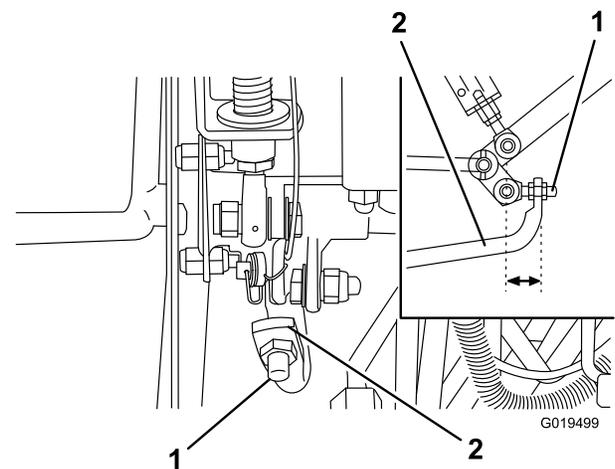

Figura 69
4. Ajuste las contratuercas del extremo de la varilla de la bomba con objeto de desplazar el tubo de control de la bomba hacia adelante para eliminar el movimiento de la máquina hacia adelante, o hacia atrás para eliminar el movimiento hacia atrás (Figura 69).